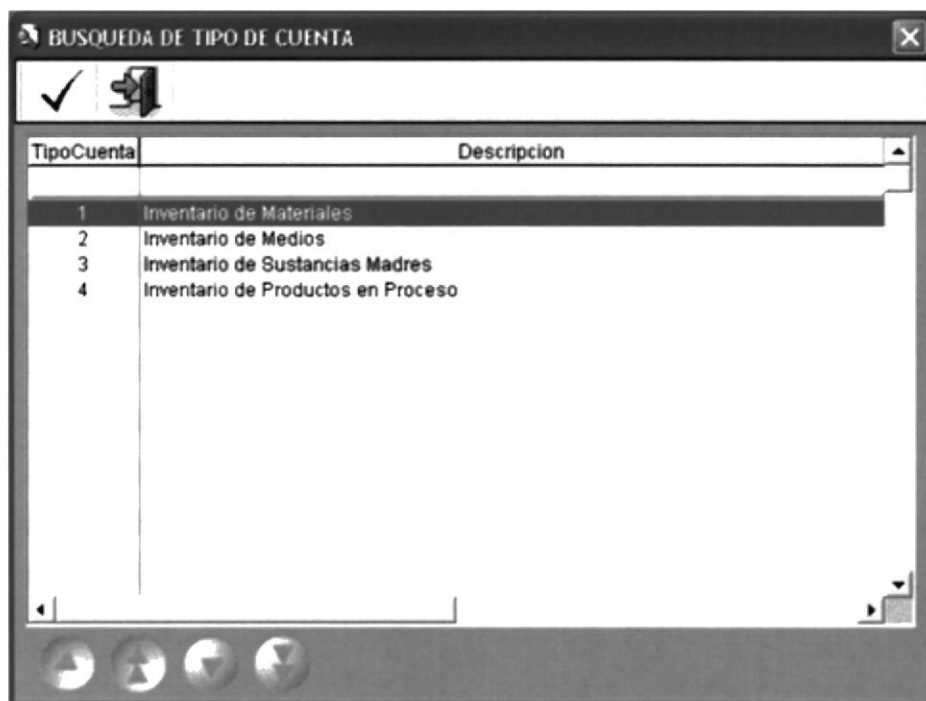

Figura 11.78 Pantalla de Tipos de Cuenta Activo.
- 3.2. Una vez seleccionado el tipo de cuenta “**Inventario de Medios**” se procederá a seleccionar el rubro, ubíquese sobre el botón  y de clic sobre el mismo a continuación aparecerá la siguiente pantalla (**vea figura 11.78**).
- 3.3. Una vez seleccionado el tipo de cuenta “**Inventario de Sustancias Madres**” se procederá a seleccionar el rubro, ubíquese sobre el botón  y de clic sobre el mismo a continuación aparecerá la siguiente pantalla (**vea figura 11.78**).
- 3.4. Una vez seleccionado el tipo de cuenta “**Inventario de Productos en Proceso**” se procederá a seleccionar el rubro, ubíquese sobre el botón  y de clic sobre el mismo a continuación aparecerá la siguiente pantalla (**vea figura 11.78**).